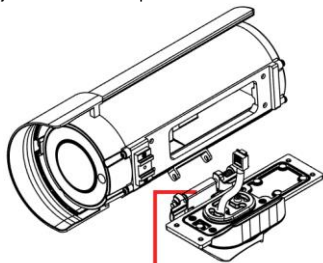

Figura 9
- C. Empuje el pasador (1) (Figura 9) y coloque la cámara sobre la articulación, suelte el pasador para fijar la cámara a la placa del brazo de montaje.